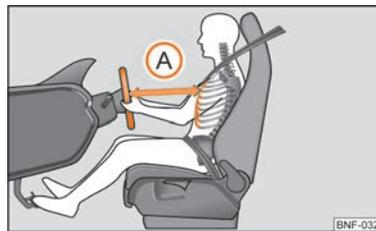

Fig. 78 Distanza di sicurezza dal volante
- È importante che il conducente e il passeggero anteriore mantengano una distanza di almeno 25 cm dal volante e dalla plancia ⇒ fig. 78 (A). Se non si rispetta questa distanza minima, il sistema airbag non può proteggere - pericolo di morte! Inoltre, i sedili anteriori devono sempre essere regolati in funzione della statura degli occupanti.